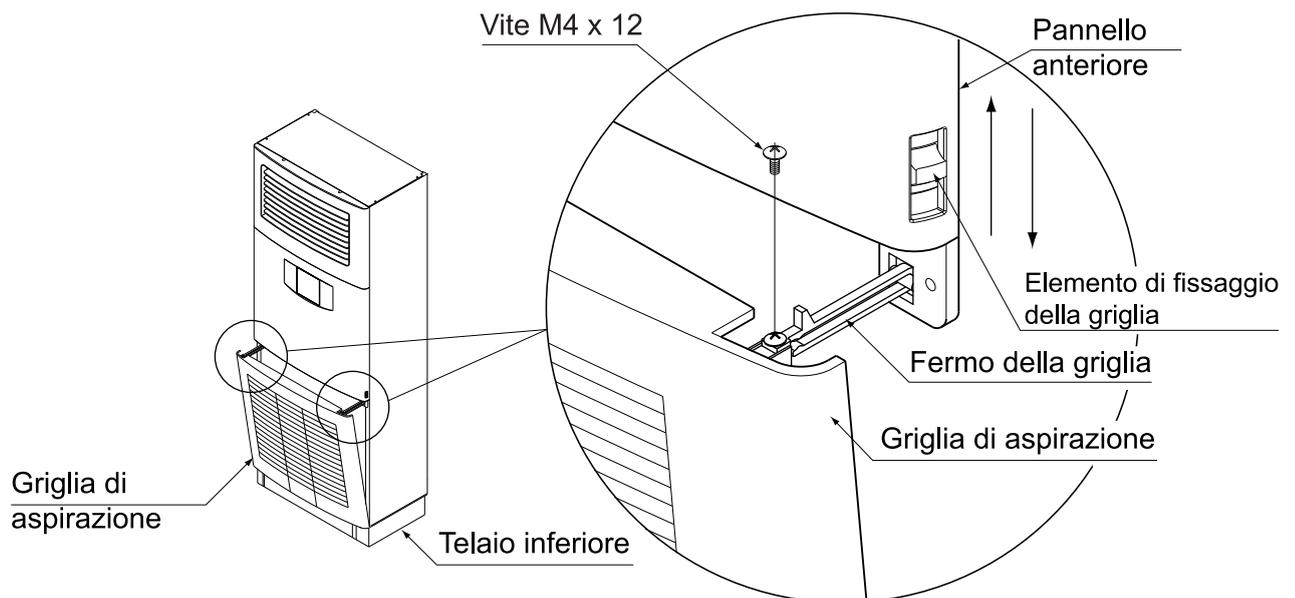

Fig. 41
2. Montare il fermo della griglia (pannello frontale) nella scanalatura posta sulla griglia d'aspirazione e con una vite bloccare verso il basso la griglia nella sua posizione originale. (Fare riferimento alla Fig. 41)
3. Controllare che l'elemento di fissaggio della griglia sia sollevato, quindi chiudere la griglia di aspirazione. Dopo avere chiuso la griglia, abbassare il relativo elemento di fissaggio. (Fare riferimento alla Fig. 41)